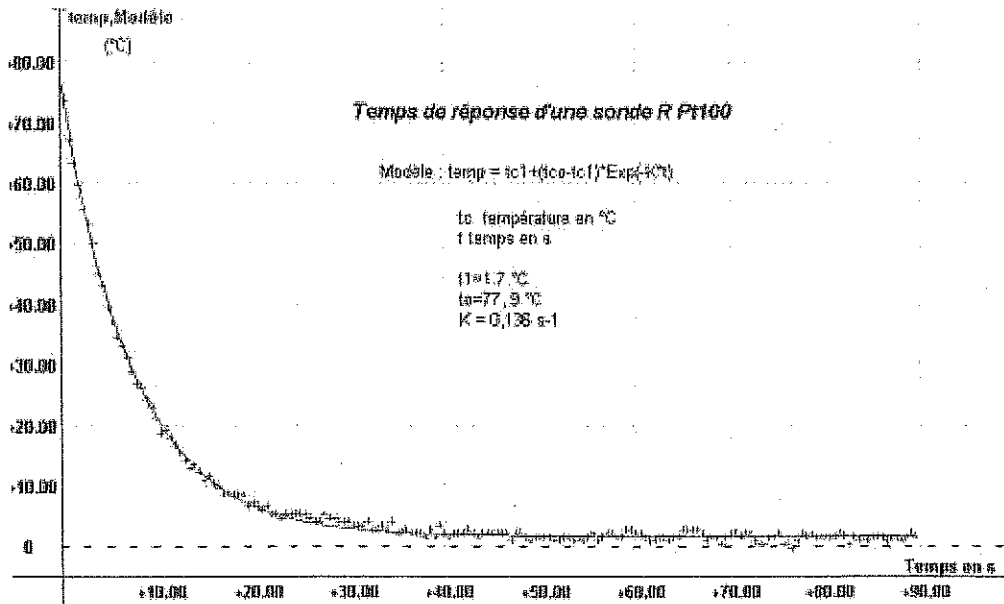

Figure 2
3.1. À partir de la courbe expérimentale obtenue, représentée sur la figure 2 du document-réponse, vérifier que le temps de réponse à 5%,  $t_{5\%}$ , du capteur est voisin de 20 s.